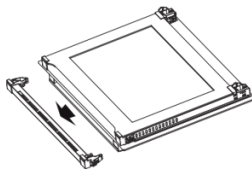

Figura 5
- Puxe a parte superior do quadro da porta na sua direção (figura 5).